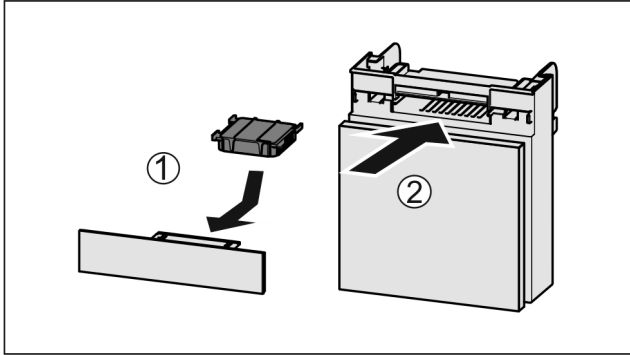

Fig. 117
- ▶ Introduceți Fig. 117 (1) filtrul de cărbune activ după cum se vede în figură.
- ▶ Împingeți Fig. 117 (2) compartimentul în interior.